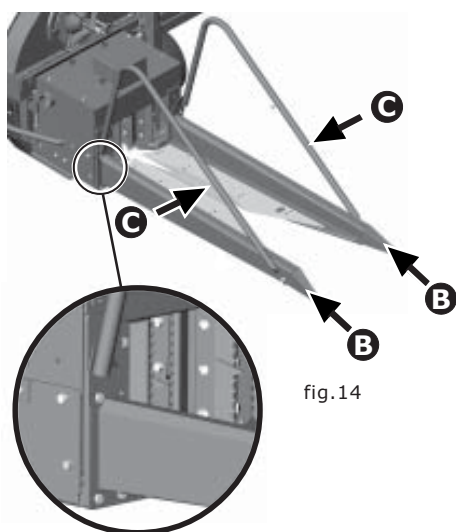

fig.14
1. Monte os dois divisores **B** e os dois desviadores **C** (fig.14).